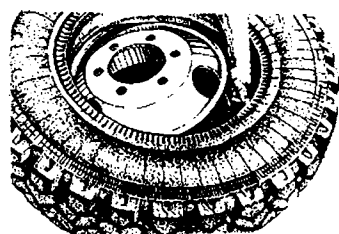

Рис. 5-15. Установка вентиля в паз
2. Положить диск колеса, причем обод должен быть замочной частью (желобком) кверху. Положить шину на обод с некоторым перекосом, как показано (рис. 5-15.), и вставить вентиль в вентильный паз.